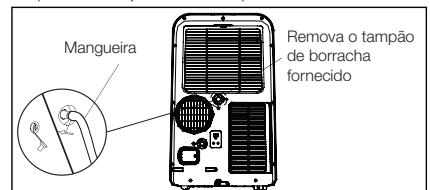

Fig. 25
1. No modo de desumidificação, é necessária uma mangueira (vendida separadamente) para escoar a água condensada do aparelho. Remova o tampão de borracha do conector para a mangueira e fixe a mangueira no conector conforme ilustrado na Fig. 25.